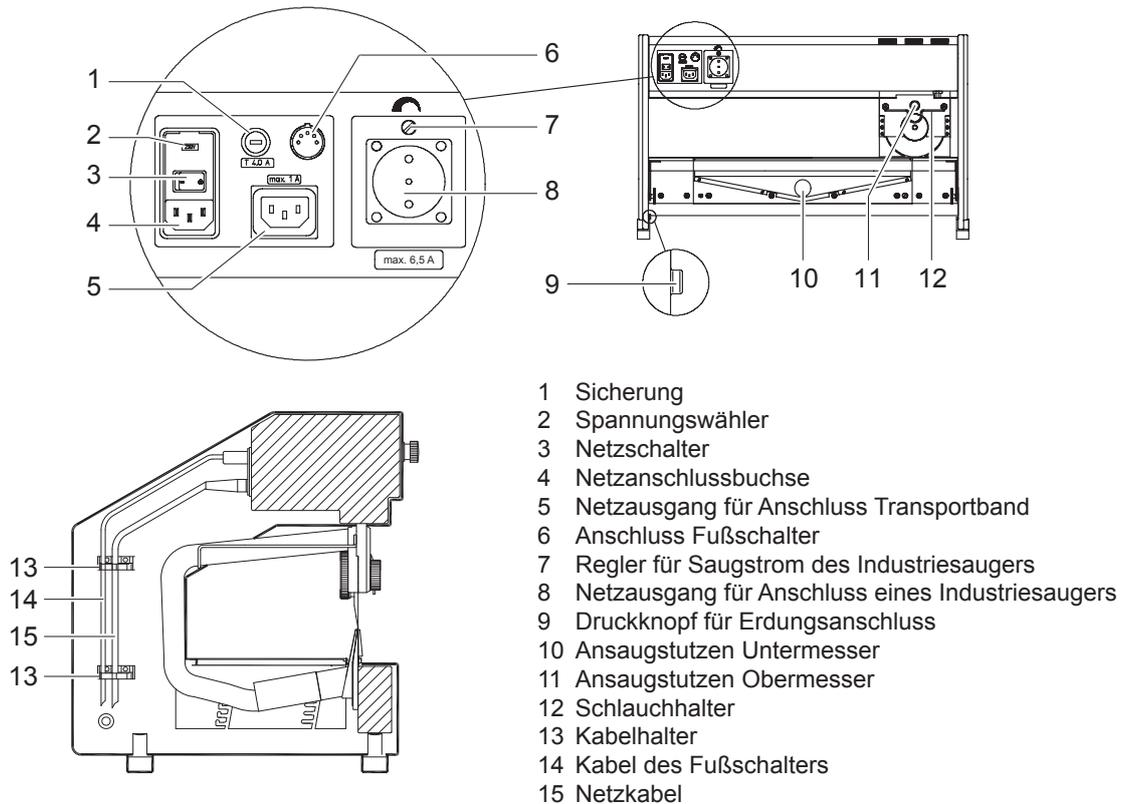

Bild 4 Anschlüsse
- ▶ Netzkabel (15) und Kabel des Fußschalters (14) mit den Kabelhaltern (13) an der Innenseite des Gestells befestigen.
- Y-Stück (5 / Bild 3) an den Ansaugstutzen (10 / Bild 4) am Untermesser stecken.
- Seitliche Abzweigung des Y-Stückes über den Absaugschlauch aus dem Lieferumfang mit dem Absaugstutzen (11 / Bild 4) am Obermesser verbinden. Absaugschlauch dabei in den Schlauchhalter (12 / Bild 4) einlegen.
- ▶ Die Netzdose (8 / Bild 4) für den Industriestaubsauger darf mit maximal 6,5 A belastet werden.
- Netzstecker des Industriestaubsaugers an die Netzdose (8 / Bild 4) an der Rückseite des MAESTRO 4M clean stecken.